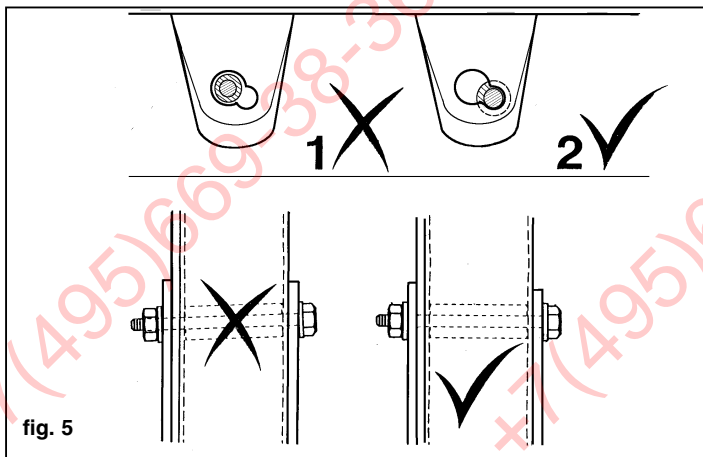
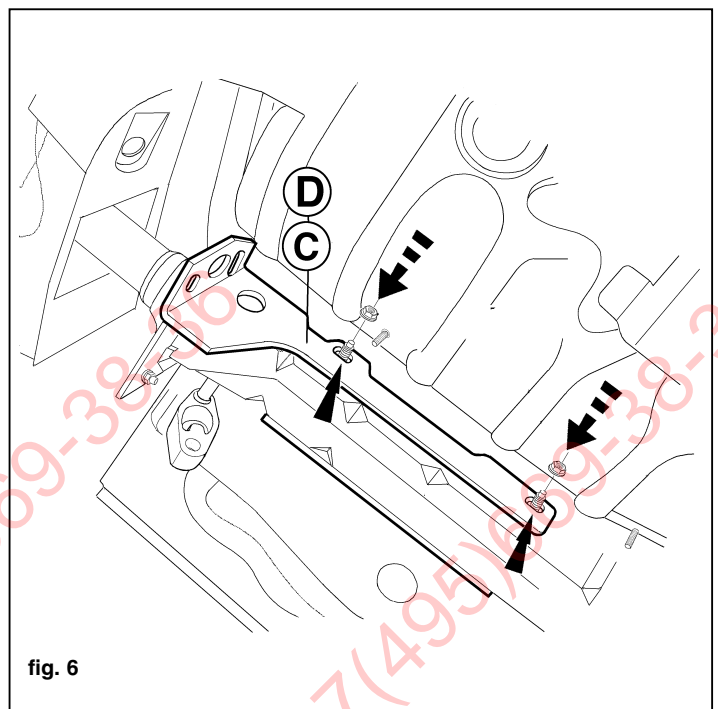

fig. 5
fig. 6
2. Kontraplatten A met afstandsbussen en bouten M10x115 overeenkomstig fig.3 t/m fig.5 aanbrengen. Let er op dat de bouten zich op de juiste plaats bevinden. Breng de zijplaten C en D overeenkomstig fig.6 aan en plaats de moeren. Trekhaak tussen bumperbinnenwerk en achterwand aanbrengen. Bevestig ter plaatse vier bouten M10x45 inclusief moeren.
2. Apply back plates A with spacers and M10x15 bolts, as indicated in figures 3-5. Make sure the bolts are in the proper place. Fit the side plates C and D as shown in fig. 6 and position the nuts. Position the tow bar between the bumper's inner fittings and back panel. Attach four M10x45 (10.9) bolts there, including nuts.
2. Gegenplatten A mit Distanzhülsen und M10x115-Schrauben gemäß Abb. 3 bis Abb. 5 anbringen. Achten Sie darauf, dass sich die Schrauben an der richtigen Stelle befinden. Die Seitenplatten C und D gemäß Abb. 6 befestigen und die Muttern anlegen. Anhängervorrichtung zwischen der Stoßstangeninnenverkleidung und der Rückwand anbringen und mit vier M10x45 (10.9)-Schrauben einschließlich Muttern befestigen.
2. Monter les contreplaques A avec les entretoises et les boulons M10x15 conformément aux figures 3 à 5. Veiller à ce que les boulons se trouvent à la bonne place. Monter les plaques latérales C et D conformément à la figure 6 et placer les écrous. Monter l'attache-remorque entre la garniture du pare-chocs et la paroi arrière. Fixer à cet emplacement quatre boulons M10x45 (10,9), écrous inclus.
2. Anbringa motbrickorna A med distansbussningar och skruvar M10x115 enligt fig.3 tom fig.5. Se till att skruvarna sitter på rätt plats. Anbringa sidoplattorna C och D enligt fig.6 och placera muttrarna. Anbringa dragkroken mellan kofångarens innanmäte och bakväggen. Montera där fyra skruvar M10x45 (10.9) inklusive muttrar.
2. Anbring spændpladerne A med afstandsrør og bolte M10x15 ifølge fig. 3 tm fig. 5. Vær opmærksom på, at bolte**n**e er anbragt på de rette steder. Anbring sidepladerne C og D ifølge fig. 6 og monter møtrikkerne. Monter an**h**ængertæ**r**kket mellem kotangerens inderside og bagvæggen med fire bolte M10x45 (10,9) inklusiv møtrikker.